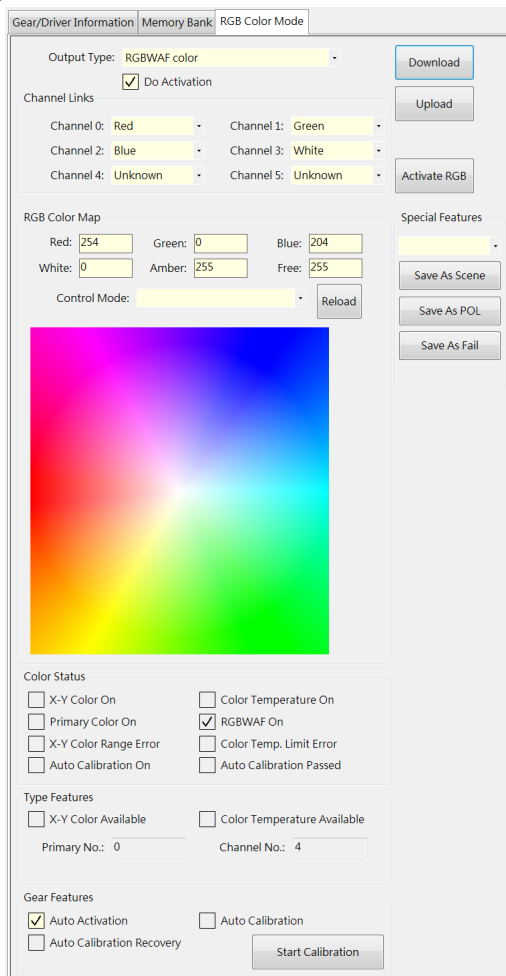

Рис. 11.
10. Если к контроллеру подключено устройство с возможностью управления цветом (DT8), появляются дополнительные вкладки (Рис. 11).